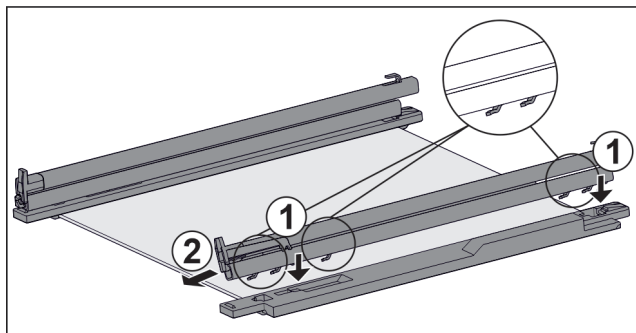

Fig. 154 Стекла́нная пластина с направляющими и крепежными элементами
- ▶ Поместите крючки направляющей в отверстия **левого** крепежного элемента. Fig. 154 (1)
- ▶ Потяните направляющую вперед. Fig. 154 (2)
- ▶ Поместите крючки направляющей в отверстия **правого** крепежного элемента. Fig. 154 (1)